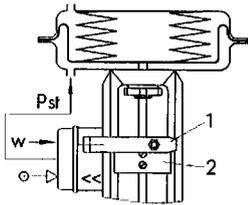

图7·正作用<<(左面连接)
因为可以将定位器连接到阀门两侧的任意一侧，因此在实际安装前应确定定位器的安装位置（左面连接或右面连接）（见 4.1 节图 7 到 10 所示）。
如图7到10所示,定位器的输出压力输出到执行器的顶部膜片室或底部膜片室。
执行器,输入信号,操作方向和安装位置的布置情况如图7到10所示。
4.1.1 决定/翻转操作方向(图7到图10和图11)
如果在定位器和执行器的布置方式已确定后需要改变定位器的操作方向,则必须将定位器安装到阀门的另一侧且应将喷嘴快旋转180度。一定要注意连杆(1)和板(20)的位置,如图7到图10所示“连杆位于板上方”或“板位于连杆上方”。